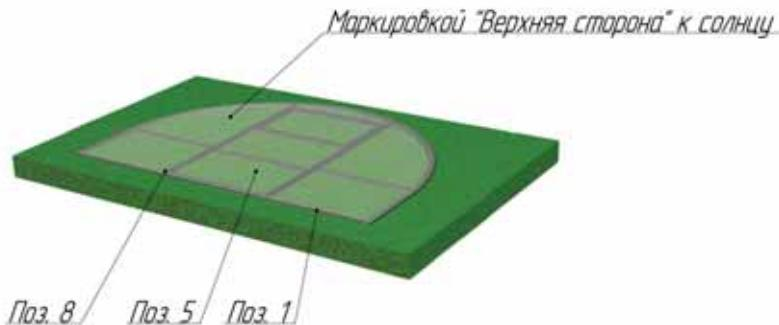

Рис. 2. Монтаж поликарбоната
2. Положить торцы с форточкой и дверью (**Поз.1**) на ровную поверхность так, чтобы форточка и дверь открывались вверх (рис.2). Снять прозрачную защитную пленку с внешней и внутренней стороны листа поликарбоната (**Поз.5**), расположить листы маркировкой «Верхняя сторона» к солнцу и прикрутить его саморезами (**Поз.8**) к **Поз.1** (для облегчения монтажа можно предварительно просверлить отверстия в металле сверлом 3мм, либо прокрутить торец саморезами без поликарбоната). Строительным ножом отрезать лишнюю часть поликарбоната по внешнему контуру.